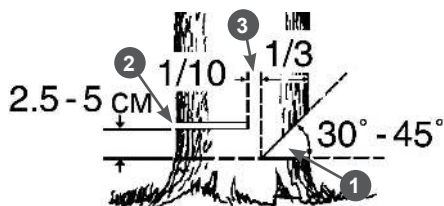

Рис. 10 Расположение запила, пропила и недопила
7. Начните пилить с той стороны дерева, куда оно должно упасть (Рис. 10). Сделайте запил 1 с той стороны, куда должно упасть дерево, глубиной примерно  $\frac{1}{3}$  диаметра ствола и под углом от 30 до 45 градусов (Рис. 10). В начале пиления первым должен коснуться дерева зубчатый упор. Затем, используя зубчатый упор в качестве точки вращения, вращением электропилы погружайте шину с движущейся цепью в древесину. При спиливании крупных деревьев перестановку упора делают несколько раз.
8. Сделайте основной валочный пропила 2 с противоположной стороны, выше основания запила на 2,5-5 см. Между основным пропилом и запилом должен оставаться недопил 3 равный примерно  $\frac{1}{10}$  диаметра ствола. Вставьте своевременно клин в пропила. Недопил 3 действует как шарнир и позволяет контролировать падение дерева (Рис. 10).
Ни в коем случае не допиливать до конца недопил 3 (Рис. 10), так как при этом невозможно контролировать направление падения дерева.